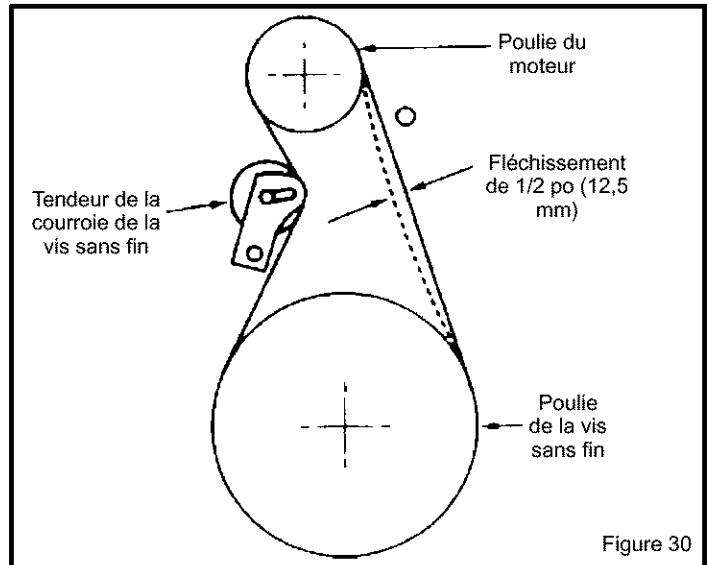

Figure 30
5. Demander à quelqu'un d'embrayer la vis sans fin avec la poignée du guidon. Vérifier la tension de la courroie (à l'opposé de la poulie de tension). La courroie doit fléchir d'environ 1/2 po (12,5 mm) sous une pression moyenne (Figure 30). Il peut être nécessaire de déplacer la poulie de tension une nouvelle fois pour obtenir la tension appropriée.